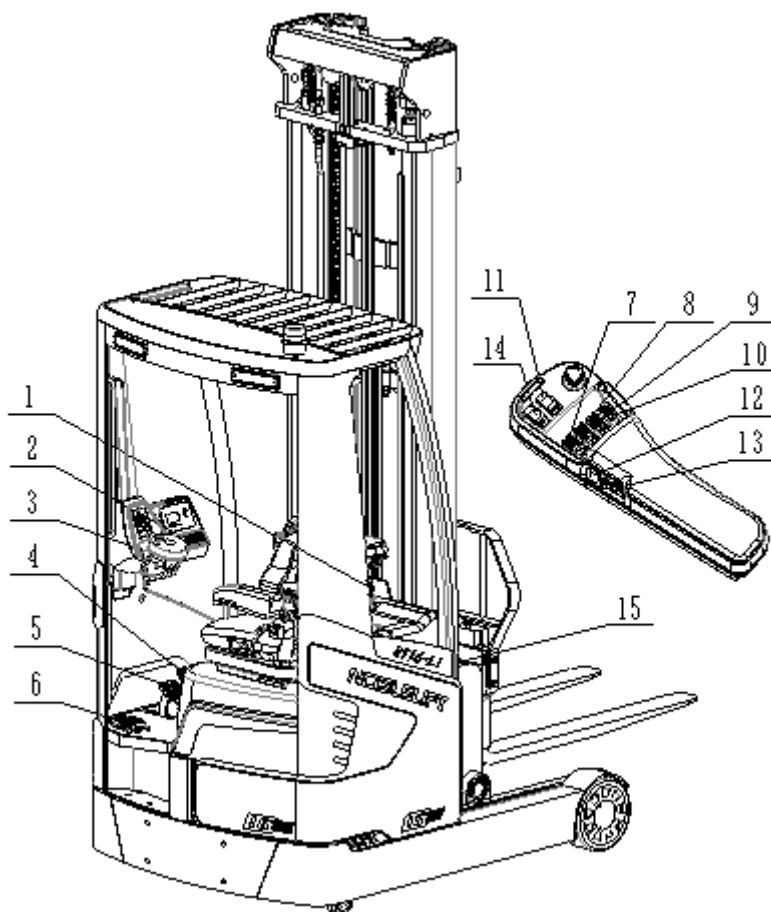

Рис. 9: Органы функционального управления
Сядьте на рабочее место оператора, отрегулируйте рулевую колонку и кресло оператора, пристегните ремень безопасности. Потяните аварийную кнопку (рис. 9, поз. 1), вставьте ключ в замковый выключатель (рис. 9, поз. 2) и поверните его по часовой стрелке в положение ON (ВКЛ). ЖК дисплей отобразит текущее состояние аккумулятора, функциональную и техническую информацию. Затем нажмите на педаль присутствия оператора (рис. 9, поз. 6). Перед началом движения ричтрака нажмите кнопку звукового сигнала (рис. 9, поз. 13), чтобы предупредить окружающих, если необходимо. Питание ричтрака включено.
Примечание: установите переключатель выбора направления движения (рис. 9, поз. 12) в нейтральное положение перед началом работы на ричтраке, иначе возникнет ошибка неправильной последовательности включения.
После запуска ричтрака поворотом ключа в положение ON (ВКЛ) сначала нажмите на педаль присутствия оператора (рис. 9, поз. 6), затем расположите руку в зоне управления функциями. Переключите клавишу выбора
направления движения (рис. 9, поз. 12) в положение «вперед» или «назад» - на ЖК дисплее появятся стрелки указывающие направления движения. Плавно отрегулируйте скорость движения с помощью педали акселератора (рис. 9, поз. 4), пока желаемая скорость не будет достигнута. Скорость будет снижаться при отпускании педали акселератора. Контролируйте скорость для обеспечения безопасности. При необходимости резкого замедления и торможения нажмите на педаль тормоза (рис. 9, поз. 5).
- Отпустите педаль присутствия оператора (рис. 9, поз. 6) - функция торможения будет включена, и ричтрак остановится.
- В экстренной ситуации нажмите аварийную кнопку (рис. 9, поз. 1), функция торможения будет включена, и ричтрак остановится.
Отклоните джойстик управления подъемом и спуском (рис. 9, поз. 7) назад, «на себя», для подъема вил и достижения желаемой высоты подъема.
Отклоните джойстик управления подъемом и спуском (рис. 9, поз. 7) вперед, «от себя», для спуска вил.
Отклоните джойстик управления выдвижением мачты (рис. 9, поз. 8) вперед, «от себя» для передвижения мачты вперед.
Отклоните джойстик управления выдвижением мачты (рис. 9, поз. 8) назад, «на себя», для передвижения мачты назад.
Отклоните джойстик управления боковым смещением каретки (рис. 9, поз. 10) вперед, «от себя», для смещения каретки вил влево.
Отклоните джойстик управления боковым смещением каретки (рис. 9, поз. 10) назад «на себя», для смещения вил вправо.
При возникновении каких-либо неисправностей или если ричтрак в нерабочем состоянии, прекратите оперирование оборудованием и активируйте аварийную кнопку (рис. 9, поз. 1), нажав на нее. По возможности поставьте ричтрак на стоянку в безопасном месте, поверните замковый выключатель (2) против часовой стрелки и извлеките ключ. Немедленно сообщите об этом руководителю/ ответственному лицу и/или обратитесь в службу сервиса. При необходимости уберите ричтрак из зоны эксплуатации с помощью специального буксировочного / грузоподъемного оборудования.
В случае аварийной ситуации (при потере управления или других экстренных ситуаций) немедленно нажмите на аварийную кнопку (рис. 9, поз. 1). Все электрические функции будут отключены.